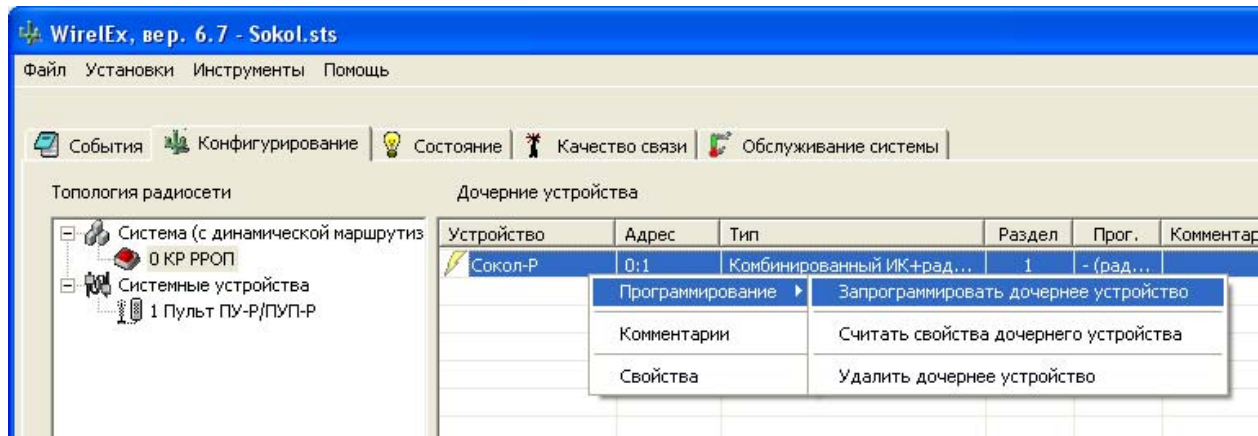

Рисунок 11
- в ПО WirelEx нажатием правой кнопки мыши на «Сокол-Р» выбрать команду «Программирование → Запрограммировать дочернее устройство») (рисунок 11), дождаться появления окна с надписью «Активизируйте радиопередачу».